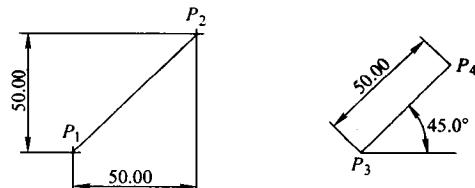

图 1—2—4 相对点绘制
(7) Point (已存在点)：该命令在一个已经存在的点的位置绘制一个点。
(8) Last (上一点)：该命令在上一次绘制点的位置绘制一个点。
(9) Relative (相对点)：该命令用来绘制一个与已知点有一定相对距离的点，可以用直角坐标或极坐标来输入相对距离。如图 1—2—4 所示，分别用直角坐标和极坐标绘制 P_2 和 P_4 点。